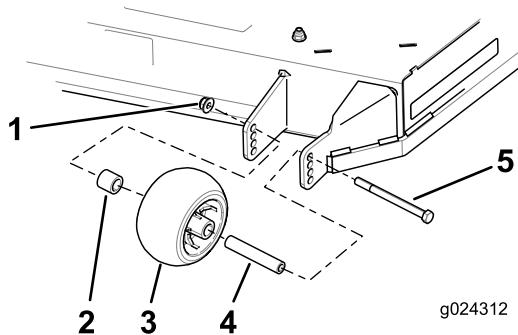

Figura 29
- Retire la tuerca con arandela prensada, el rodillo protector de césped y el perno de la abrazadera (Figura 29).
4. Alinee el perno y el rodillo protector del césped con el taladro del soporte que corresponda a la posición de altura de corte más próxima (Figura 29).
5. Introduzca el perno en el taladro del soporte y sujeté el perno y el rodillo protector del césped con la tuerca con arandela prensada (Figura 29).